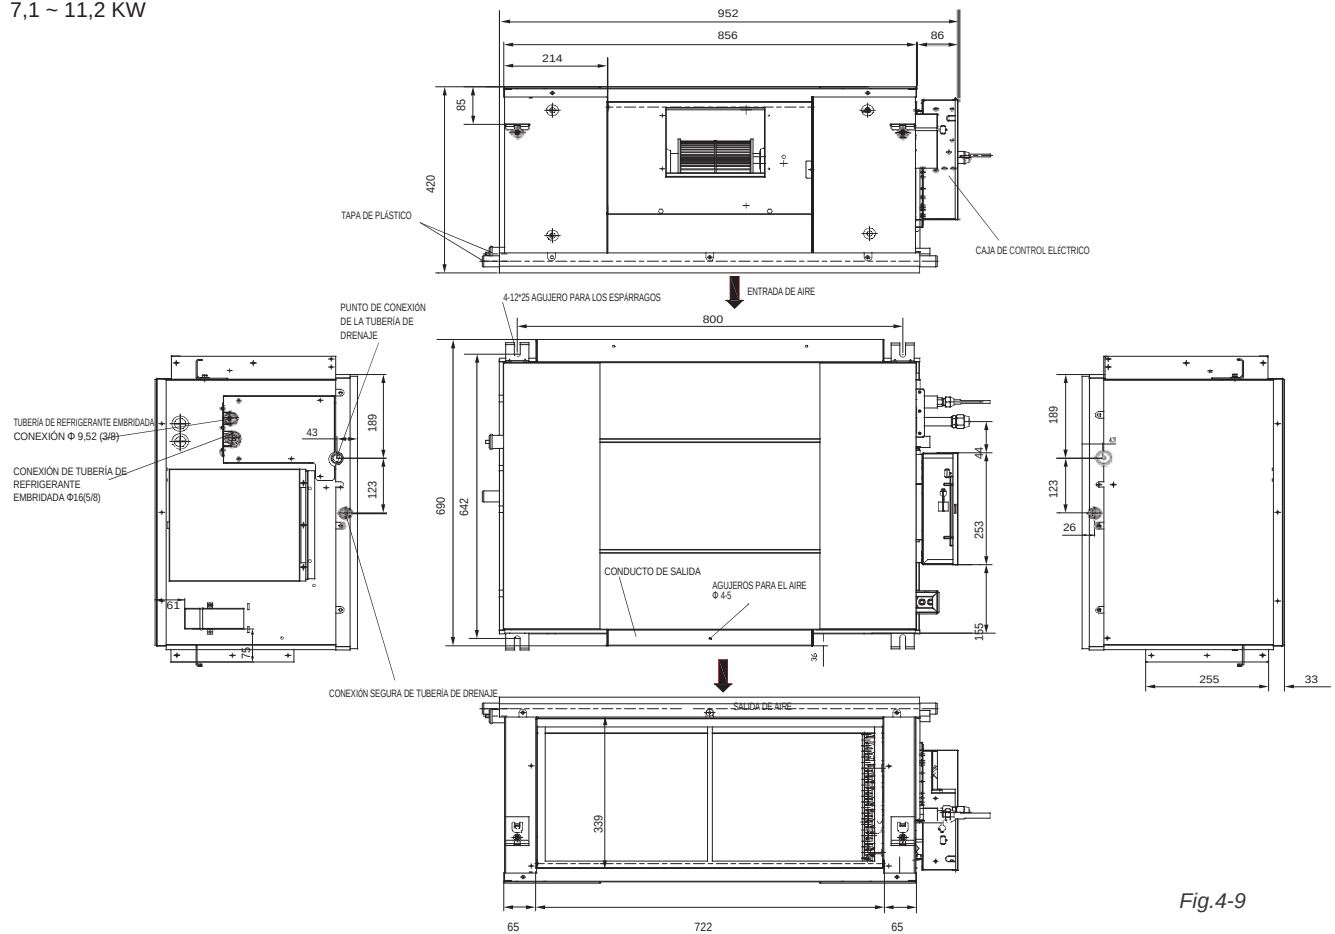

Fig.4-9
- 1 Método habitual de instalación: hay que tener en cuenta el tamaño de la unidad interior, vea la Fig.4-9
Método habitual de instalación: hay que tener en cuenta el tamaño de la unidad interior, vea la Fig.4-9 y 4-10.